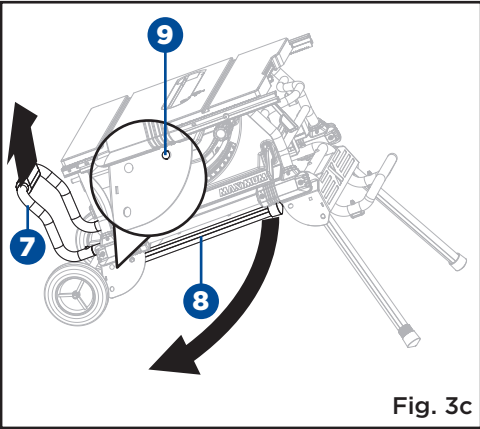

Fig. 3c
- Saisissez la poignée béquille du support (7) et soulevez-la jusqu'à ce que deux autres pattes de support (8) soient soulevées du sol, puis déployez deux autres pattes de support (8). Pour ce faire, poussez les goupilles de verrouillage (9) jusqu'à ce qu'elles dégagent les pattes de support (8) des trous, puis faites pivoter les pattes de support (8) vers le bas jusqu'à ce que les pattes de support soient verrouillées avec les goupilles de verrouillage (9) engagées dans les trous. (Fig. 3c) Assurez-vous que la scie d'établi est équilibrée et que quatre pattes sont fermement debout sur le sol.